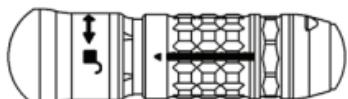

Figura 1
- Limpar suavemente com a escova as canulações dos acessórios de ligação enquanto imersos na solução de limpeza. Usar a Escova de Limpeza Anspach (ACB) em todos os acessórios de ligação excepto no MA-D20-G1 e nas Mangas de Rolamentos dos Acessórios de Ligação de Acesso Mínimo. Usar a Escova de Limpeza de Pequeno Diâmetro (SDCB) no MA-D20-G1 e nas Mangas de Rolamentos dos Acessórios de Ligação de Acesso Mínimo. Se o acessório de ligação tiver uma manga de libertação (Figura 1), mover a manga e limpar com a escova a área exposta.
- Manipular todas as peças móveis tais como as mangas de libertação (Figura 1).